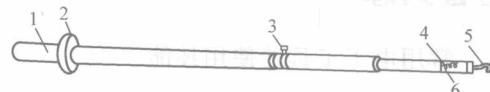

图 1-3 高压验电器
(2) 高压验电器 高压验电器又称高压测电器,10kV 高压验电器由金属钩、氖管、氖管窗、固紧螺钉、护环和握柄组成,如图 1-3 所示。
(3) 使用高压验电器的安全知识